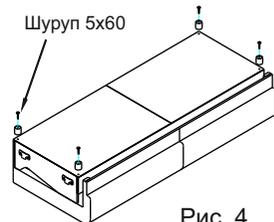

Рис. 4
- прикрутить опоры ОЦ-50 к основанию (Рис.4)